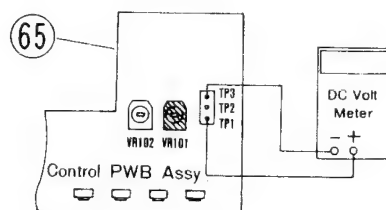
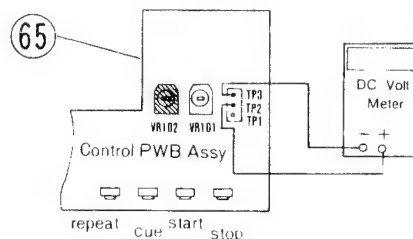

Figure 23
Figure 26
1. Remove the case top according to DISASSEMBLY INSTRUCTIONS (B) (page 3).
3. Connect the D.C. voltmeter between TP1 and TP3 terminals on Control PWB Assy (65) (Fig. 23).
3. コントロールPWB assy (65) のターミナルTP1とTP3の間に電圧計(DC)を接続する。(図23)
6. Disconnect the D.C. voltmeter and re-connect it between TP2 and TP3 terminals on Control PWB Assy (Fig. 26).
3. コントロール PWB assy (65) のターミナル TP1 と TP3 の間に電圧計 (DC) を接続する。(図23)
4. フォノ PWB assy をとめている2本のビス (203) ・ (205) をゆるめる。
6. 次に電圧計をコントロール PWB assy のターミナル TP2 と TP3 の間に接続する。(図26)